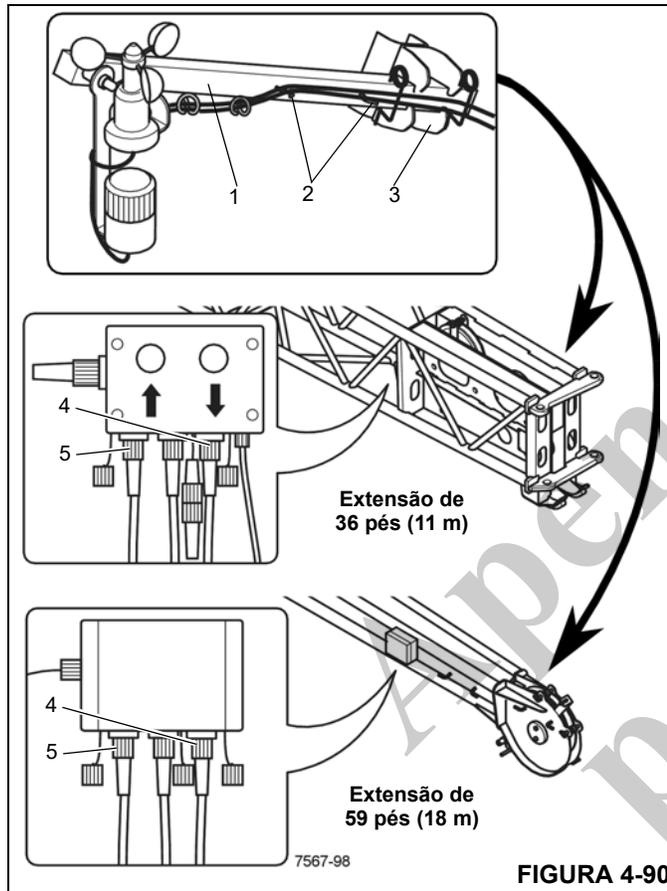

FIGURA 4-90
1. Insira o braço de suporte (1) (Figura 4-90) no suporte (3) e prenda com os grampos de retenção.
2. Remova o cabo das braçadeiras (2), conecte o cabo do anemômetro no terminal (4) e conecte o cabo da luz de atenção da aeronave no terminal (5).
1. Retire os plugues dos terminais (4 e 5) (Figura 4-90) e instale as tampas de proteção.
2. Enrole o cabo nas braçadeiras (2).
3. Remova o braço de suporte (1) do suporte (3).
4. Para o transporte, prenda os grampos de retenção no braço de suporte (1).